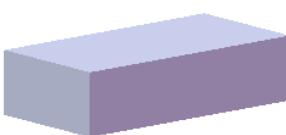
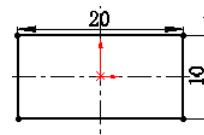

图 17.12.3 凸台一拉伸 1
图 17.12.4 横断面草图
Step2. 创建图 17.12.3 所示的零件基础特征——凸台一拉伸 1。选择下拉菜单 **插入(I)** → **凸台/基体(B)** → **拉伸(E)...** 命令；选取前视基准面作为草图平面，绘制图 17.12.4 所示的横断面草图；采用系统默认的深度方向；在 **方向1** 区域的 **下拉列表** 中选择 **给定深度** 选项，输入深度值 5.0。单击 **确定** 按钮，完成凸台一拉伸 1 的创建。